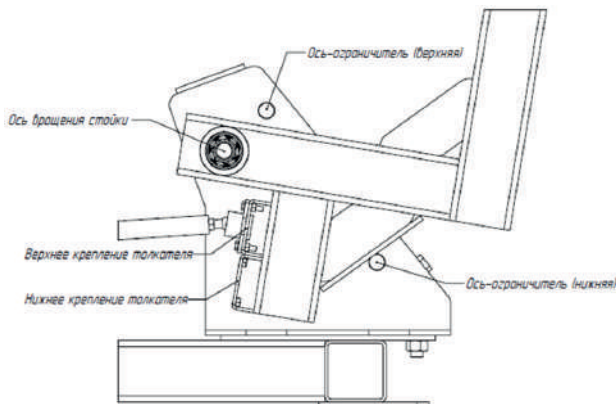

Рис. 13. Схема установки осей и толкателя
- установите стойку (поз. 3) в кронштейн и зафиксируйте её осью (поз. 7). Установите две оси, ограничивающие угол поворота стойки (см. рис. 13). Оси фиксируются с противоположной стороны кронштейна при помощи шплинтов (поз. 12);